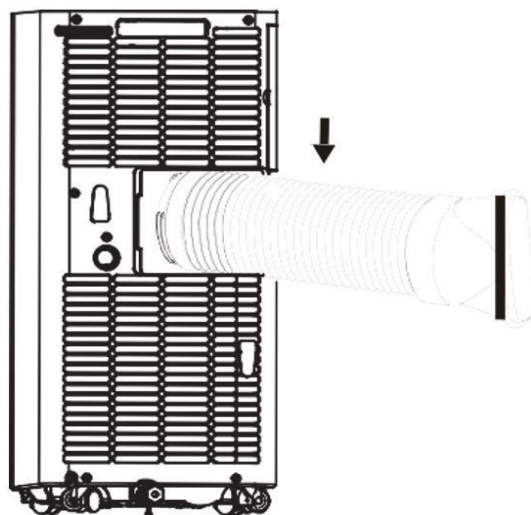

Fig.1
- Înșurubați furtunul de evacuare a aerului (cu adaptor) la ieșirea de evacuare a aerului din partea din spate a aparatului (în sens invers acelor de ceasornic, fig. 1).